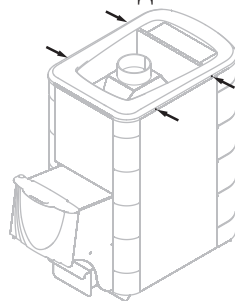

Рисунок 19. Саморезы для демонтажа рамки конвектора печи «Компакт 2013 Б»
2. Снять рамку конвектора, открутив 4 самореза (рисунок 19).